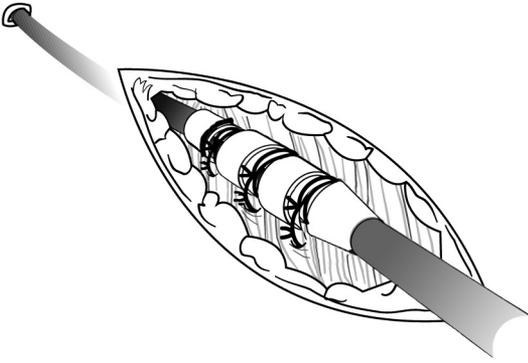

Figure 8. Exemple de manchon de suture, technique d'implantation percutanée
1. Peler la gaine du désilet et glisser le manchon de suture profondément dans les tissus (Figure 8 Exemple de manchon de suture, technique d'implantation percutanée en page 22).